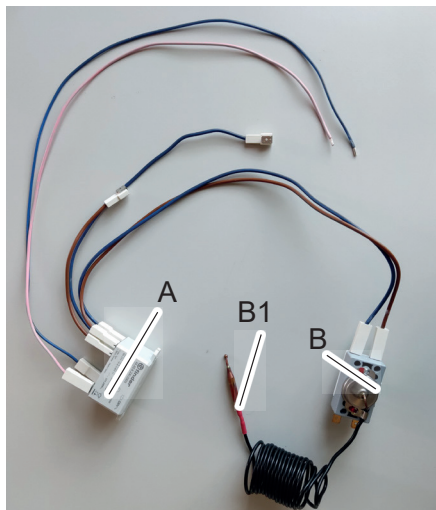

fig. 2
- Relé (apart. A fig. 2)
- Termostato de seguridad (apart. B fig. 2)
- Bulbo del termostato (apart. B1 fig. 2)
- Relè (part. A fig. 2)
- Termostato di sicurezza (part. B fig. 2)
- Bulbo del termostato (part. B1 fig. 2)